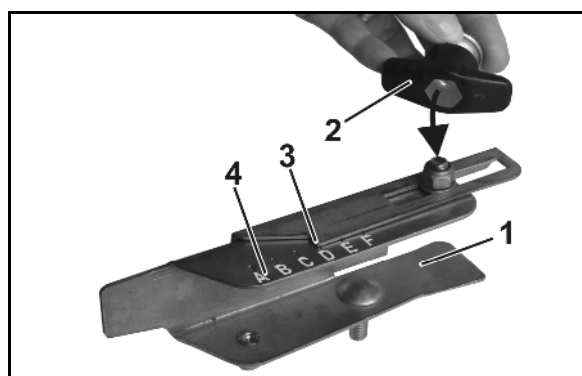

Bild 83
5. Fäst gränsspridarskoveln (Bild 83/1) på spridartallriken med vingmuttern (Bild 83/2).
6. Ställ in avläsningskanten (Bild 83/3) mot siffrorna på skalan (Bild 83/4) enligt spridningstabellen och dra åt vingmuttern (Bild 83/2) ordentligt igen.